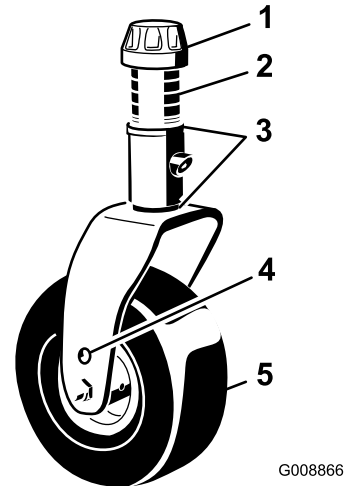

Bild 33
3. Stellen Sie die Beilagscheiben (3 mm) an den vorderen Laufradgabeln auf die entsprechende Schnitthöhe auf dem Aufkleber ein (Bild 33), siehe Einstellen der Schnitthöhe \(Seite 32\).